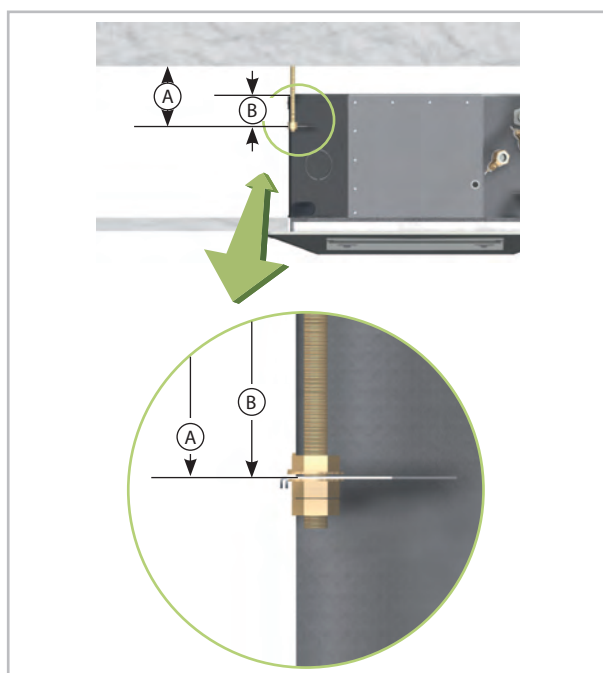

Abb. 32: Gerät befestigen
4. Halten Sie dabei den Abstand "Maß A", wie in der Tabelle (☞ auf Seite 30) angegeben, zwischen Unterseite der Aufhängung und Unterseite der Befestigung ein (Abb. 32).